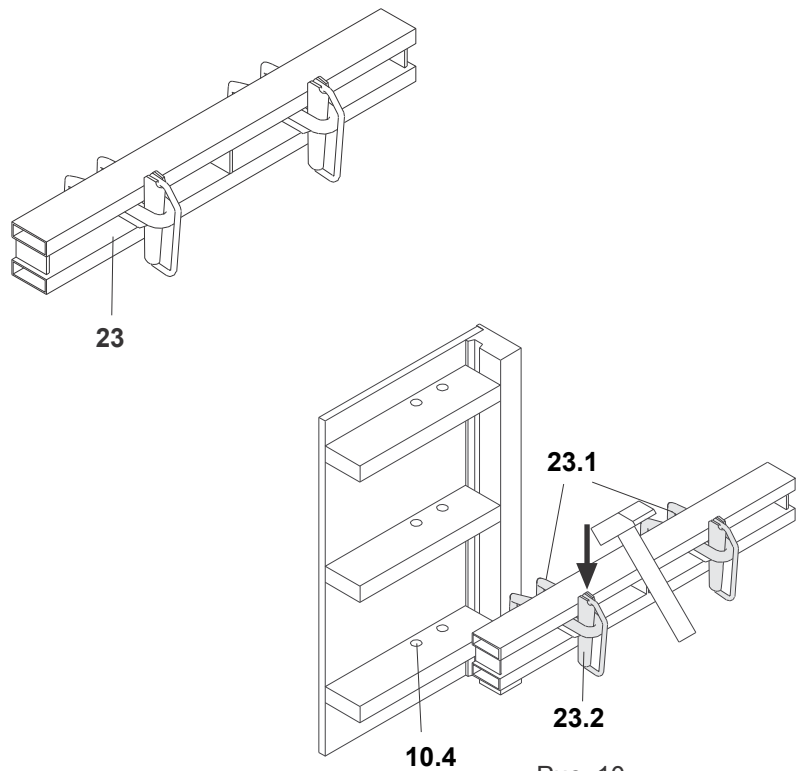

Рис. 10
2. Вбить клинья (23.2) (Рис. 10)